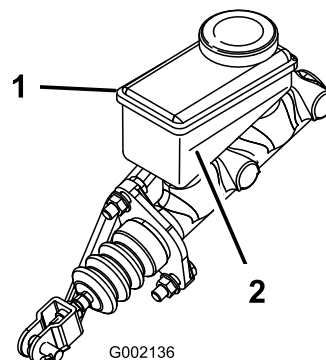

Figure 123
5. Observez le repère de niveau sur le côté du réservoir (Figure 123).
- B. Versez du liquide de frein DOT 3 dans le réservoir jusqu'à ce que le niveau dépasse le repère minimum (Figure 123).